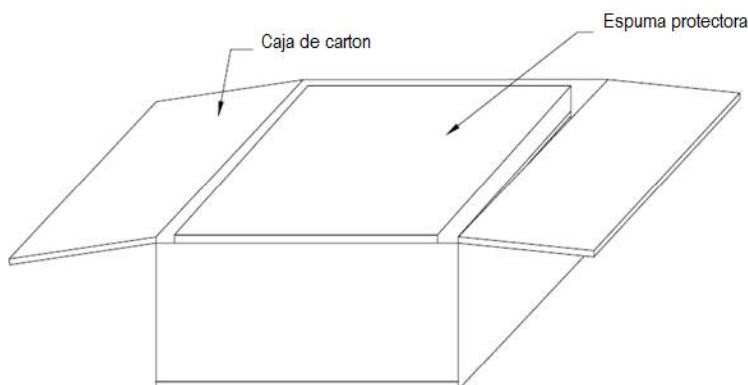

Fig. 3-8 Abrir caja de cartón
2. Cortar la cinta de embalaje para abrir las cajas de cartón. (Ver Fig.3-8).